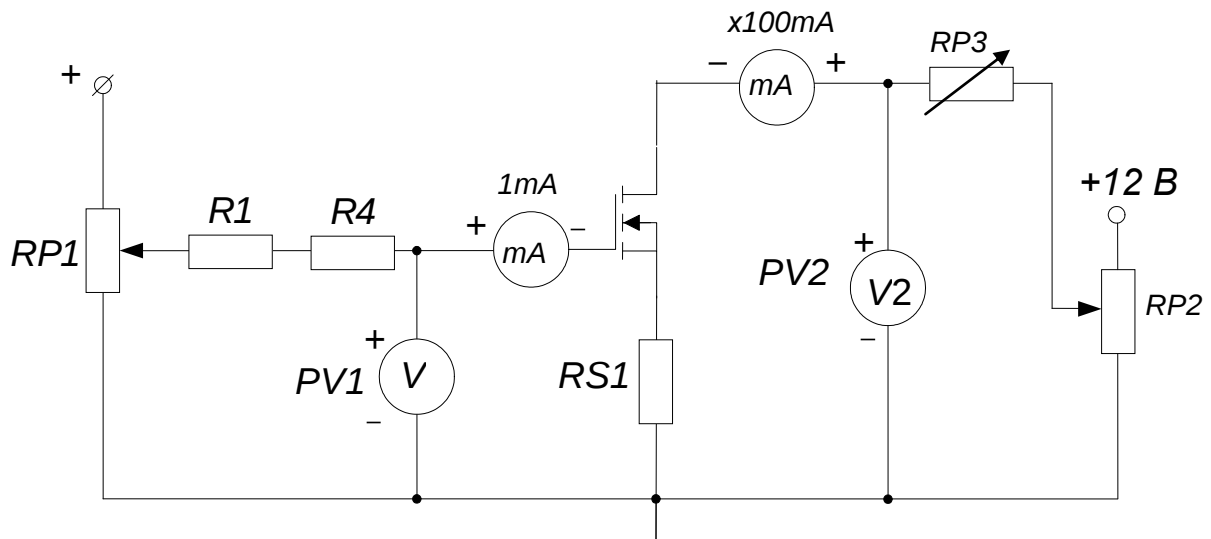

Рис. 1 – Схема для снятия характеристик полевого транзистора
- а) собрать схему для снятия характеристик полевого транзистора (рис. 1).
- б) снять стокзатворную характеристику $I_c = f(U_3)$ при напряжении на стоке U_c равном заданному значению U_2 и $RP3 = 0$, используя схему на рис. 1. Экспериментальные точки здесь и далее записывать в таблицу и наносить на график. Изменяя напряжение на затворе от нуля до максимального значения при помощи потенциометра $RP1$, снять стокзатворную характеристику при отсутствии нагрузки (закороченном $RP3$). При снятии характеристики убедитесь, что ток затвора I_3 мал. На начальном участке характеристики точки снимать чаще;